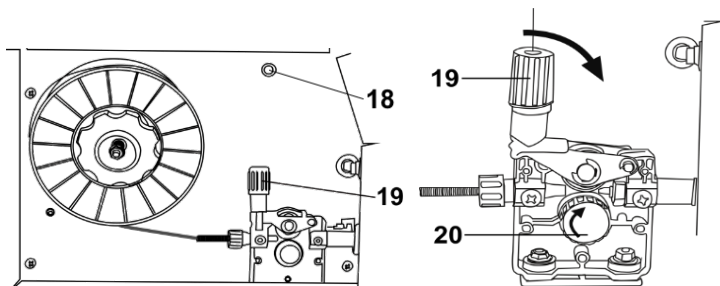

Рисунок 6
- послабте та потягніть на себе регулятор притискання зварювального дроту (19, рисунок 6), а потім відкиньте притисний ролик вбік (дивіться рисунок 6);
- натисніть на ролик подачі, поверніть ручку фіксування ролика (20, рисунок 6) та зніміть його;
- встановіть ролик потрібної стороною, щоб паз на ролик відповідав діаметру дроту. Після підбору паза необхідного розміру знову закріпіть ролик подачі зварювального дроту за допомогою фіксатора (20, рисунок 6).
Подача дроту електродвигуном може виконуватися натисканням на кнопку швидкої подачі дроту (18, рисунок 6). Повертайте регульовальну ручку (19, рисунок 6) механізму притискання зварювального дроту, щоб відрегулювати ступінь притискання. Не слід притискати занадто сильно, оскільки це може привести до порушення подачі та блокування електродвигуна. Слід ослабити притискання для забезпечення плавного ковзання з відсутністю подачі дроту. Потім повільно збільшуйте притискання до тих пір, поки дріт не почне поступово подаватися.